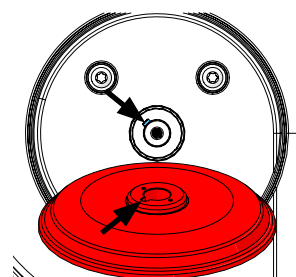

Abb. 15
- Neuen Trägerflansch aufsetzen >>> **Mitnehmernut beachten (Abb. 15).**